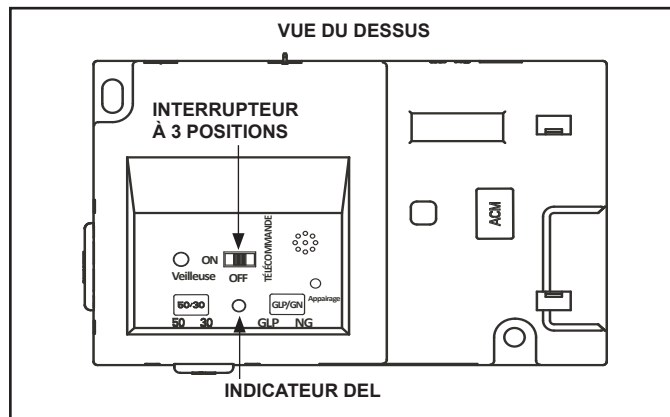

Figure 3.6 IFT-ECM
1. Le module de commande électronique (IFT-ECM) possède un commutateur de sélection à trois positions ON/OFF/REMOTE qui doit être réglé pour un bon fonctionnement. Voir la figure 3.6. Lorsque vous changez la position, il est important de faire une pause de 1 à 2 secondes dans chaque position.